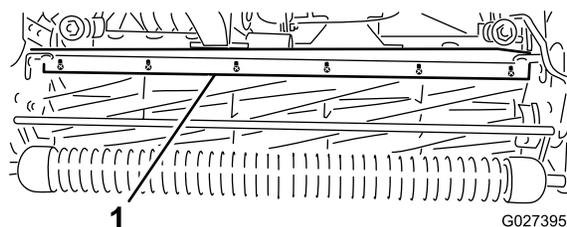

Рисунок 52
1. Ослабьте винты крепления верхней планки (Рисунок 52) к режущему блоку.